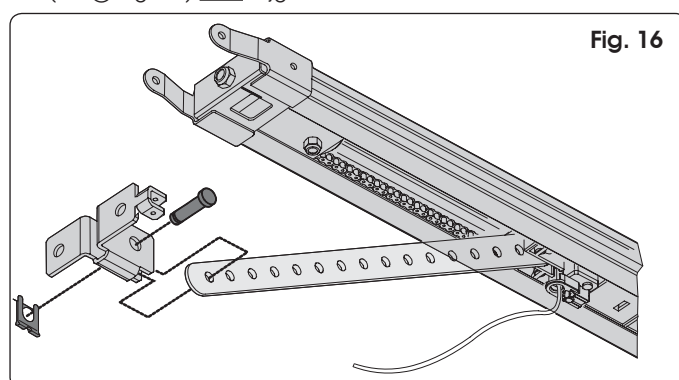

Fig. 16
- 1) Assembleer de bevestiging met de stang van de geleideslede (Fig. 16).